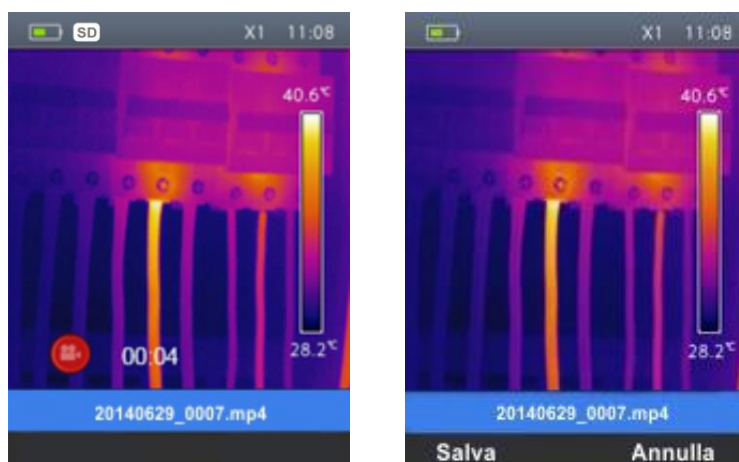

Fig. 30: Registrazione video
4. Premere e mantenere premuto il tasto **T** (Trigger) per alcuni secondi per attivare la registrazione del video. Il messaggio "AAAAMMGG _xxxx.mp4" appare nella barra di stato e il timer appare nella parte bassa del display (vedere Fig. 30)